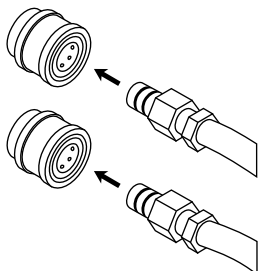

Rysunek 10-9: Odciągnąć kołnierz zabezpieczający
1. Aby podłączyć, wcisnąć kołnierz zabezpieczający portu na sterowniku (Rysunek 10-9 na stronie 10-26).